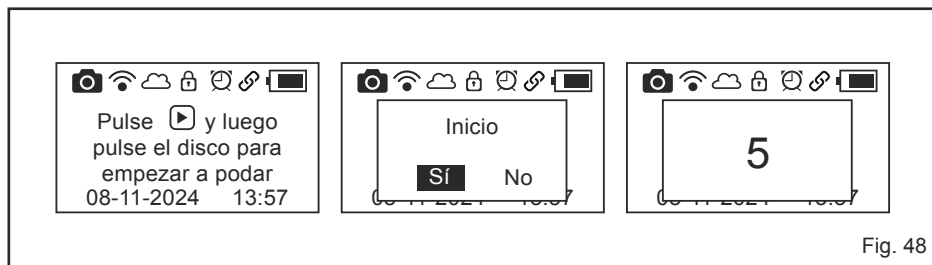

Fig. 48
- La primera vez que utilice el modo de programación, ponga en marcha el cortacésped desde la estación de carga. Para poner en marcha el cortacésped, pulse el botón de inicio y, a continuación, pulse el dial para confirmar. El cortacésped robótico comenzará a cortar el césped en 5 segundos (Fig. 48).